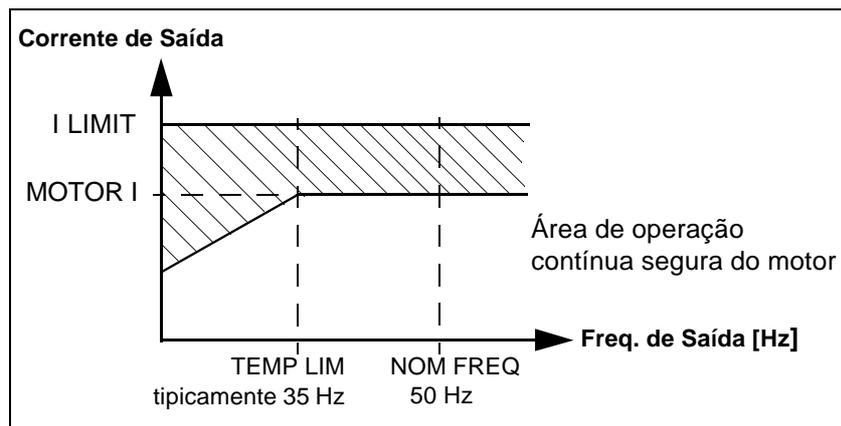

Figura 7-6 Proteção térmica do motor.
**TEMP LIM** A proteção térmica do motor do ACS 300 (algumas vezes chamada de  $I^2t$  ou relé de sobrecarga eletrônico) é ativada pelo parâmetro TEMP LIM. Quando ajustado em OFF, a proteção de sobrecarga do motor é desativada. Os parâmetros TEMP LIM e MOTOR I definem a área de operação contínua segura do motor, como ilustrado na Figura 7-6.
MOTOR I	Corrente nominal do motor, conforme indicado na placa de identificação do motor. Veja U/f RATIO, TEMP LIM e a Figura 7-6. Este parâmetro não precisa ser ajustado, se TEMP LIM for ajustado em OFF e OPTIM U/f RATIO não estiver sendo utilizado. O parâmetro MOTOR I não restringe o parâmetro I LIMIT.